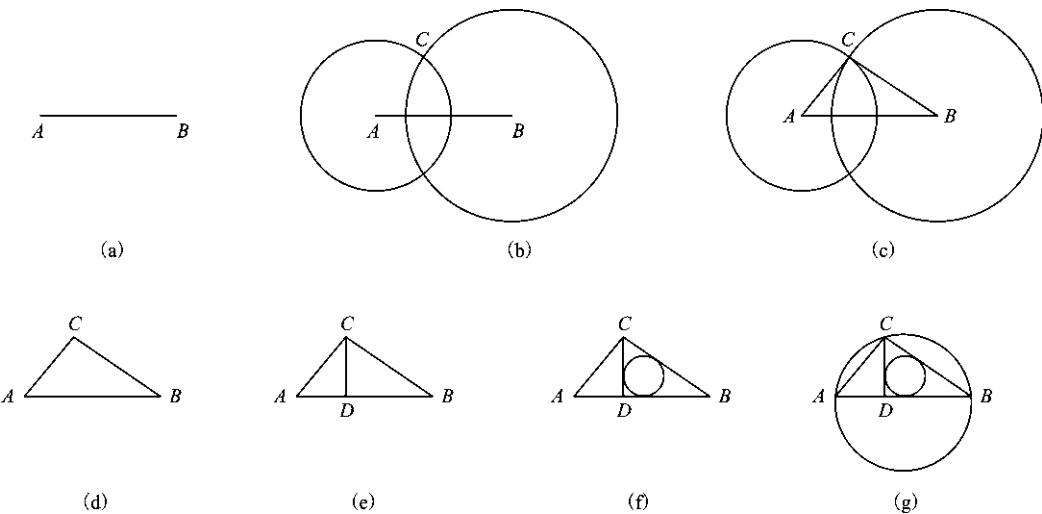

图 1-33 圆实例分步操作
- ①绘制直线 AB，如图 1-33(a)所示。
- ②以 A 为圆心，以 AC 长 50 mm 为半径画圆。以 B 为圆心，以 BC 长 70 mm 为半径画圆。两圆交于 C 点，如图 1-33(b)所示。
- ③连接 AC、BC，如图 1-33(c)所示。
- ④删除两个辅助圆，结果如图 1-33(d)所示。
- ⑤作 AB 边的高 CD，如图 1-33(e)所示。
- ⑥利用“相切、相切、相切”画圆方式绘制三角形 DBC 的内切圆，如图 1-33(f)所示。
- ⑦利用“三点”画圆方式绘制三角形 ABC 的外接圆，如图 1-33(g)所示。